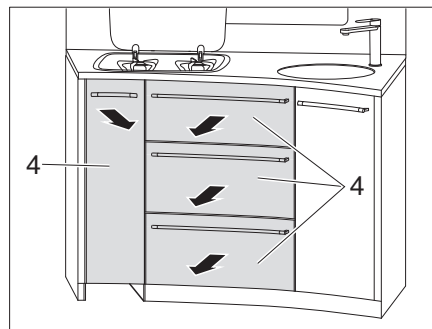

Bild 127 Ta ut kökslådor
- Ta ut kökslådor (Bild 127,4).